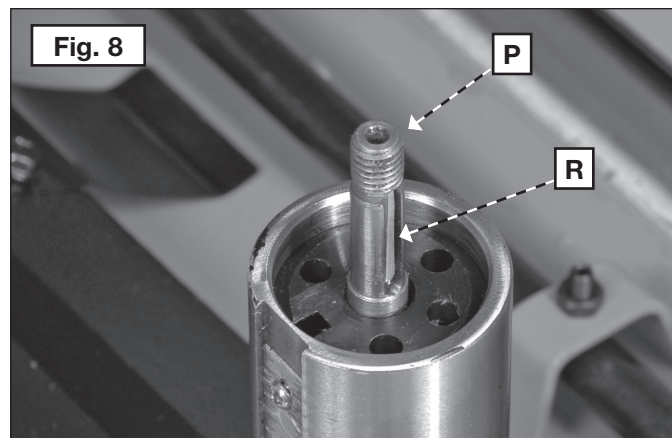
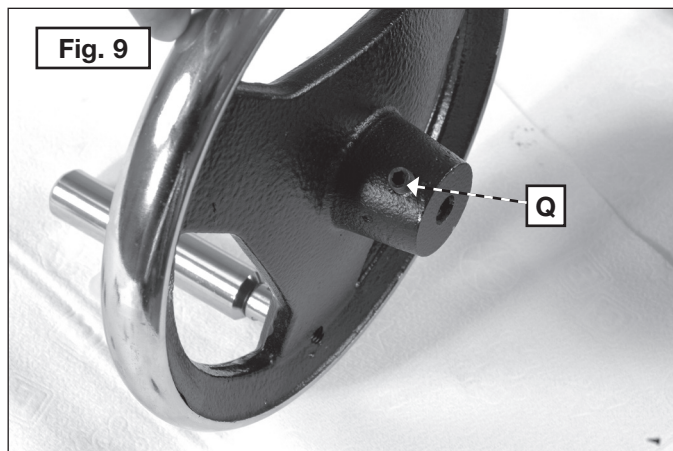

Fig. 8
Fig. 9
2. Coloque el volante (O) en el eje de elevación (P) Fig. 8 y ajuste el tornillo de sujeción del volante (Q) Fig. 9 con la llave hexagonal suministrada. Asegúrese de que el tornillo de sujeción encaje en la rosca (R) Fig. 8 del eje de elevación.